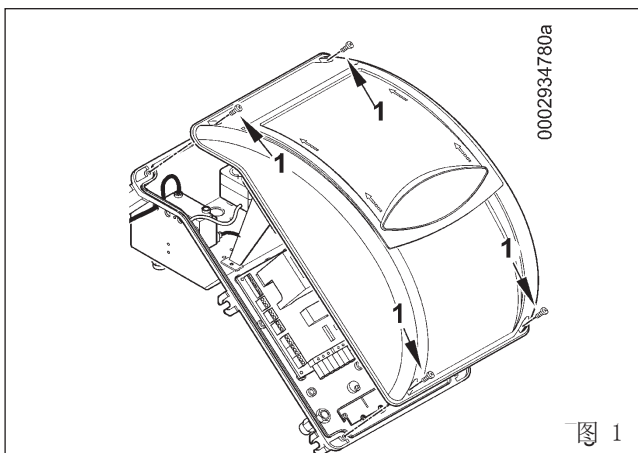

图 1
- 1) 卸下图1的4个螺丝（1），移除盖子，而无需拆卸下透明盖板。通过这种方式可以接触到燃烧器的电控面板。